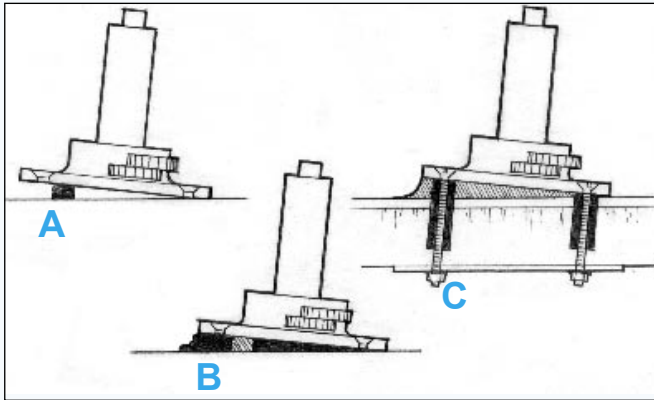

Figura 19 Apoye la base en posición con bloques - aplique suficiente epoxi espesado para rellenar el hueco.
2. Encole pequeños bloques al sustrato para apoyar la base a la altura y posición deseadas (p. ej., base de un guinche, Figura 19"A").
4. Coloque el accesorio en su posición, apoyado en los bloques (Figura 19"B") e instale las fijaciones.
5. Alise el epoxi sobrante formando un filete con la forma deseada alrededor de la base (Figura 19"C"). Deje que el epoxi se cure completamente antes de aplicar una carga. Proteja el epoxi expuesto contra los rayos UV. (Ver acabado final, página 29).